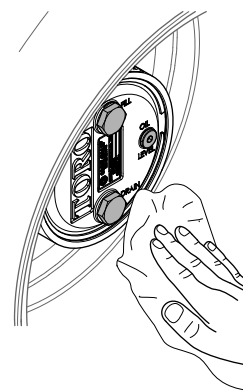

Figura 71
3. Limpe as estruturas do travão e da engrenagem planetária (Figura 71).